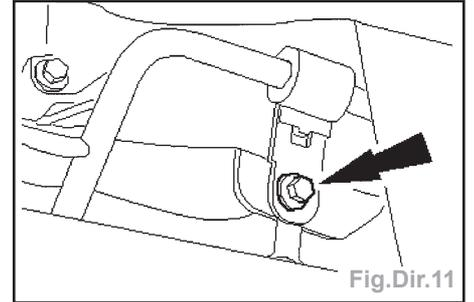

Fig.Dir.11
- Détacher le tuyau de direction assistée du boîtier de direction (Fig.Dir.11).